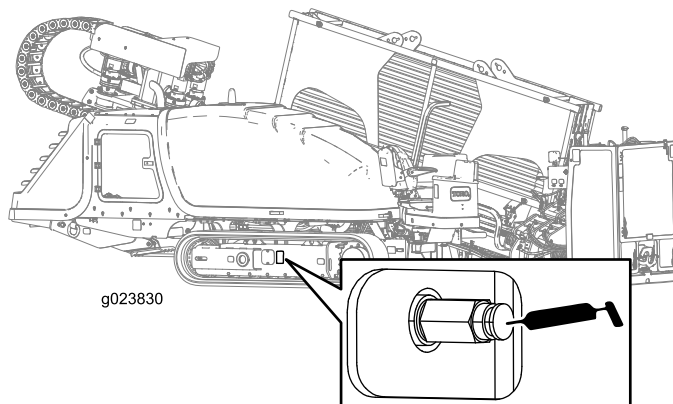

Рисунок 139
2. Удалите грязь и мусор вокруг клапана консистентной смазки для натяжения гусениц (Рисунок 139).
4. Заправьте консистентную смазку в масленку, пока натяжение не достигнет 31026 кПа (4500 фунтов на кв. дюйм), как показано на Рисунок 139.
4. Поверните клапан консистентной смазки для натяжения гусеницы в направлении против часовой стрелки **не более чем на 1 оборот** (Рисунок 139).